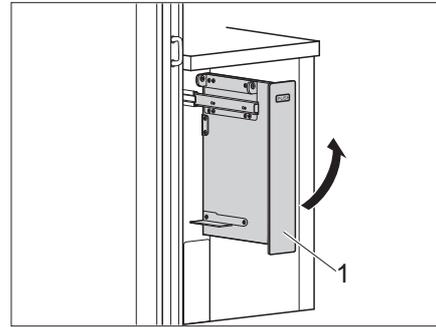

Bild 105 Verbreiterung nach oben schwenken
- Verbreiterung (Bild 105,1) nach oben schwenken.
- Verbreiterung (Bild 105,1) nach unten schwenken.